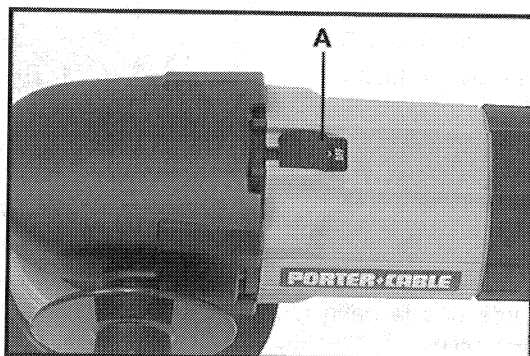

Fig. 1
3. Faites glisser le bouton de l'interrupteur (A), Fig. 1, vers l'avant pour mettre le moteur en marche. Faites glisser le bouton de l'interrupteur vers l'arrière pour arrêter le moteur.